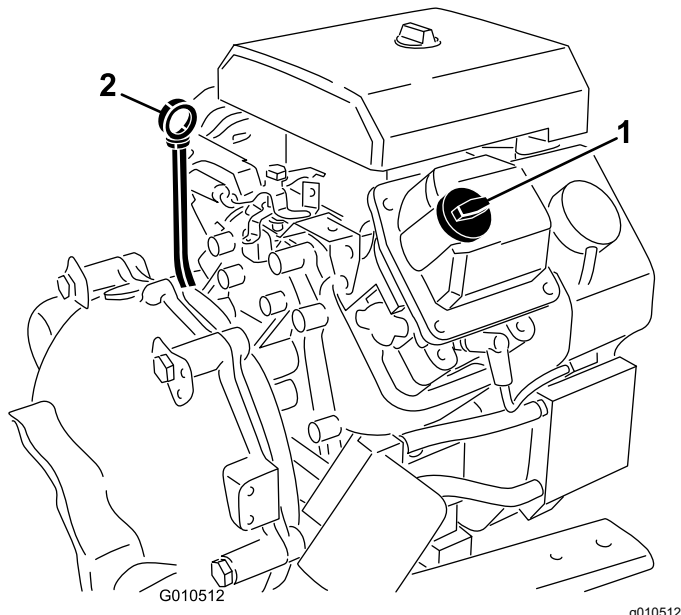

Figure 33
4. Retirez la jauge et essuyez-la sur un chiffon propre (Figure 33).
7. Si le niveau est trop bas, retirez le bouchon de remplissage (Figure 33) et ajoutez la quantité d'huile nécessaire pour amener le niveau au repère maximum sur la jauge.